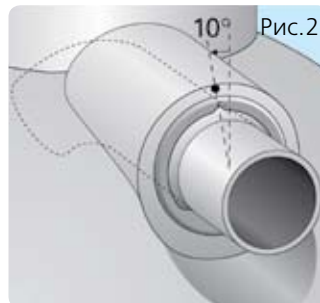

Рис. 2
2. Совместите отметку на патрубке входного соединения с отметкой на отстойнике. Рис. 2. Это обеспечит правильное направление потока внутри отстойника.